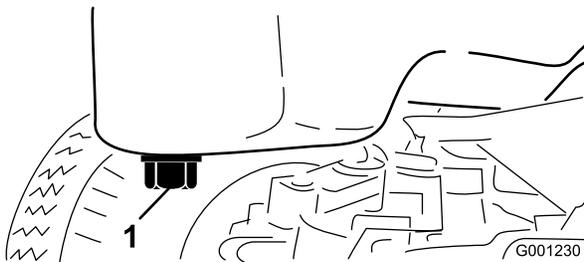

Bild 48
- Stellen Sie eine Ablaufwanne unter die Ölwanne und richten Sie sie mit der Ablassschraube aus (Bild 48).